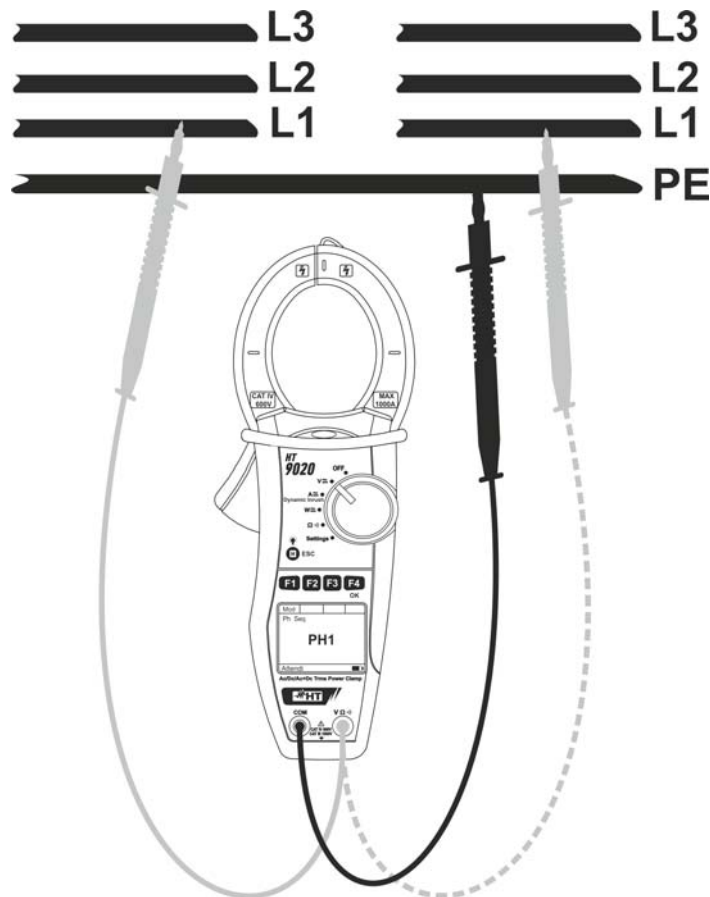

Fig. 8: Verificación de la concordancia de las fases
2. Inserte el cable rojo en el terminal de entrada **VΩ** y el cable negro en el terminal de entrada **COM** y posicione las puntas respectivamente sobre la fase L1 de la primera terna de trifásicos y sobre la conexión de tierra (PE) del circuito en examen (vea Fig. 8)
5. El instrumento muestra el mensaje “**PH2**” y espera la detección de la fase L1 de la segunda terna de trifásicos. Conecte la punta roja a la fase L1 de la segunda terna de trifásicos (vea Fig. 8)